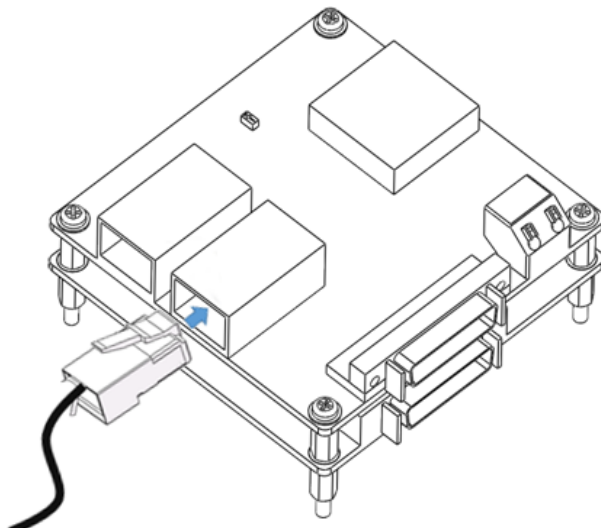

图 3-8 安装网线
2. 将通信网线插入 QD1 通信 RJ45 网口，如（图 3-8）所示：